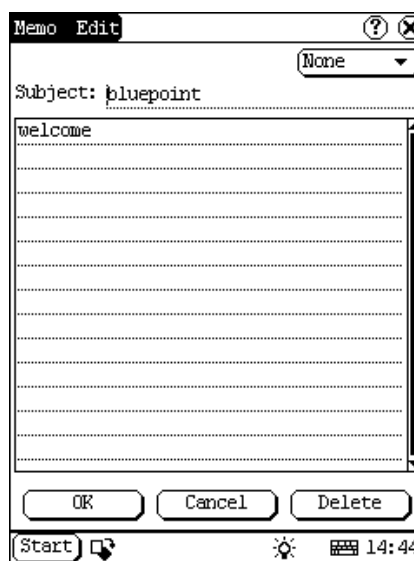

Abb. 4-17
- 2) Dann können Sie die Inhalte des Memos in dem geöffneten Bearbeitungsinterface bearbeiten. Siehe Abb. 4-17.